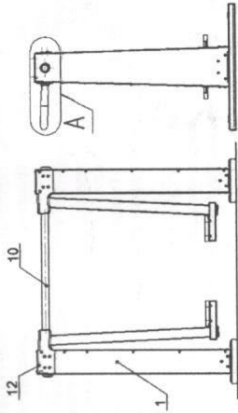

Рис.4
10.3.3 Произвести сборку тренажера (рис.4, 5):